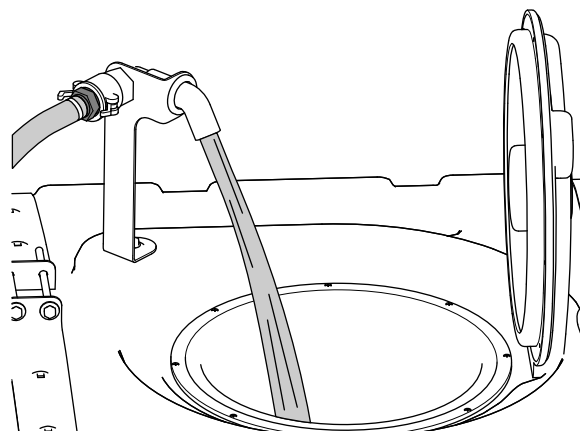

Figura 27
5. Versate nel serbatoio dell'irroratrice $\frac{3}{4}$ dell'acqua necessaria (Figura 27).